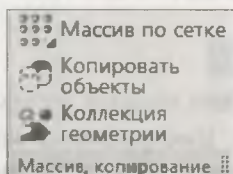

Рис. 18.12. Панель инструментов Массив, копирование
- Панель инструментов **Массив, Копирование** (рис. 18.12) — здесь сосредоточены кнопки команд создания массивов различных видов, копирование объектов и создание коллекции геометрии см. *уроку 26*;